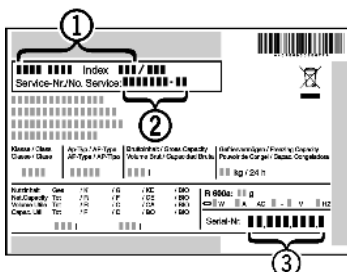

Fig. 18
- Leggere la denominazione dell'apparecchio Fig. 18 (1), il n° assistenza Fig. 18 (2) e il n° di serie Fig. 18 (3) sulla targhetta identificativa. La targhetta identificativa è situata all'interno dell'apparecchio, sul lato sinistro.
► Informare il servizio di assistenza e comunicare il difetto, la denominazione dell'apparecchio Fig. 18 (1), il n° assistenza Fig. 18 (2) e il n° di serie Fig. 18 (3).